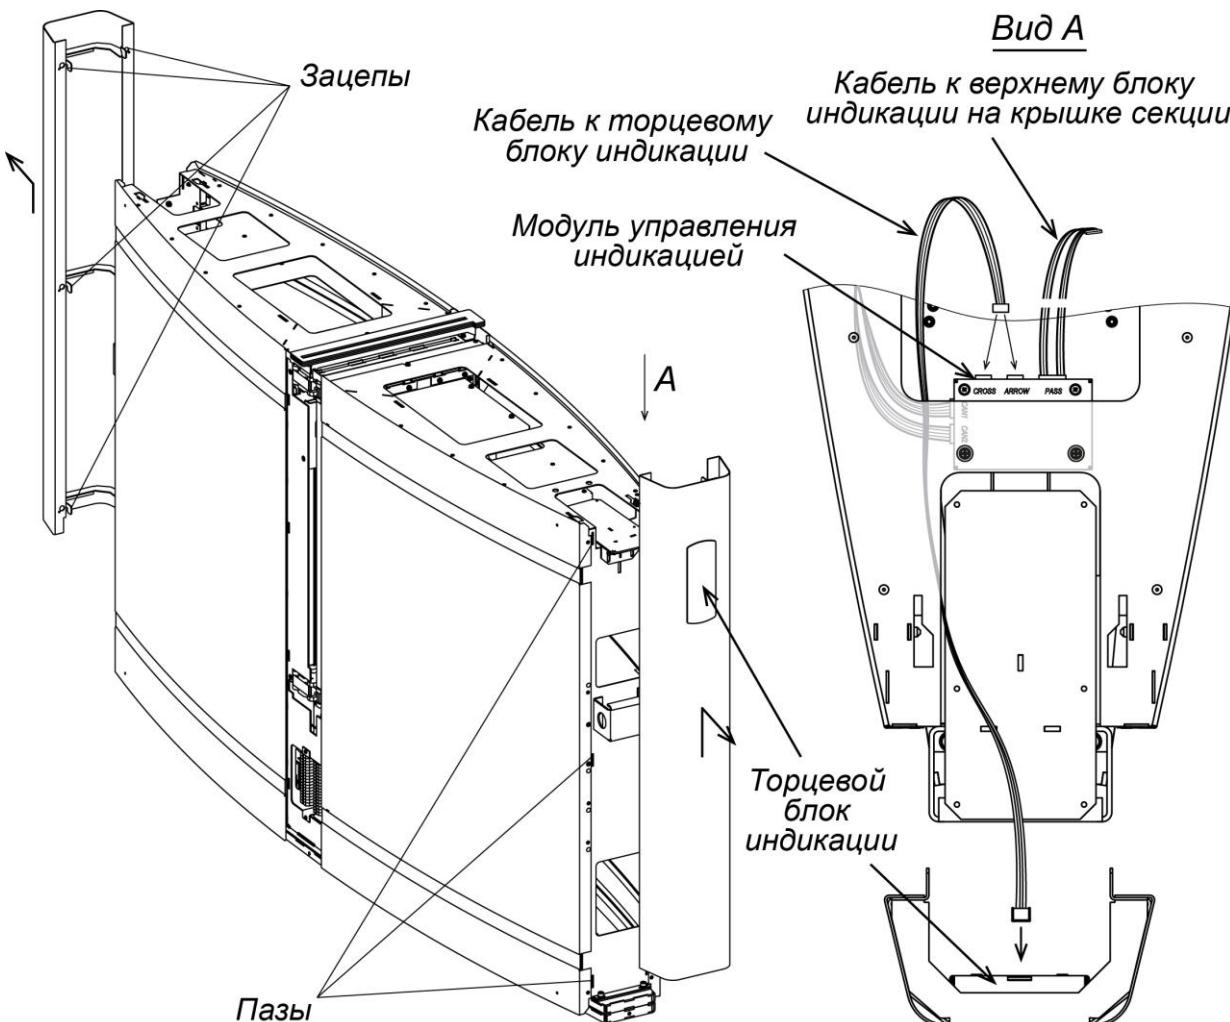

Рисунок 19. Демонтаж торцевой панели
Демонтируйте торцевые панели (7) (см. разд. 8.7.1, рис. 19). Будьте аккуратны, не повредите соединительный кабель торцевого блока индикации (8)!
21. Распакуйте створки стеклянные (1), стекла заполнения (2), стеклянные крышки секций (3), центральные вставки (4) и боковые панели (6) (ящики №2, №4).
Установите торцевые панели (7) (см. разд. 8.7.1, рис. 19). Панель с торцевым блоком индикации (8) должна монтироваться со стороны секции с модулем управления индикацией, при этом к торцевому блоку индикации необходимо подсоединить соответствующий соединительный кабель от модуля управления индикацией (см. рис. 19). Для отображения на торцевом блоке индикации белой стрелки соединительный кабель должен быть подключен к разъему **ARROW** модуля управления индикацией, для отображения красного креста – к разъему **CROSS**.
Смонтируйте стеклянные крышки (3) (см. разд. 8.7.8, рис. 26), крышка с верхним блоком индикации (5) должна монтироваться со стороны секции с модулем управления индикацией, предварительно к верхнему блоку индикации необходимо подсоединить соответствующий соединительный кабель от модуля управления индикацией (см. рис. 19).
- Сдвиньте панель вверх вдоль торцевой стороны секции для вывода её из зацепов (допускается в качестве рычага использовать большую плоскую отвертку, вставленную в щель снизу панели), после чего аккуратно отведите её от секции (см. рис. 19) на расстояние около 10 см. Будьте осторожны и не повредите соединительный кабель!
Крышки с верхним блоком индикации должны устанавливаться со стороны секции с модулем управления индикацией, предварительно к верхнему блоку индикации необходимо подсоединить соответствующий соединительный кабель от модуля управления индикацией, см. рис. 19 и 26.